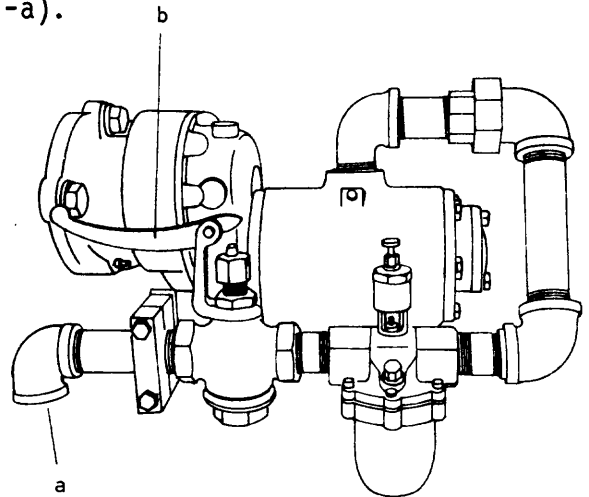

Fig. 1
1º paso - *Afloje las cañerías (fig. 1-a).*
- 2 Alivie la presión accionando la palanca de mando (fig. 1-b).